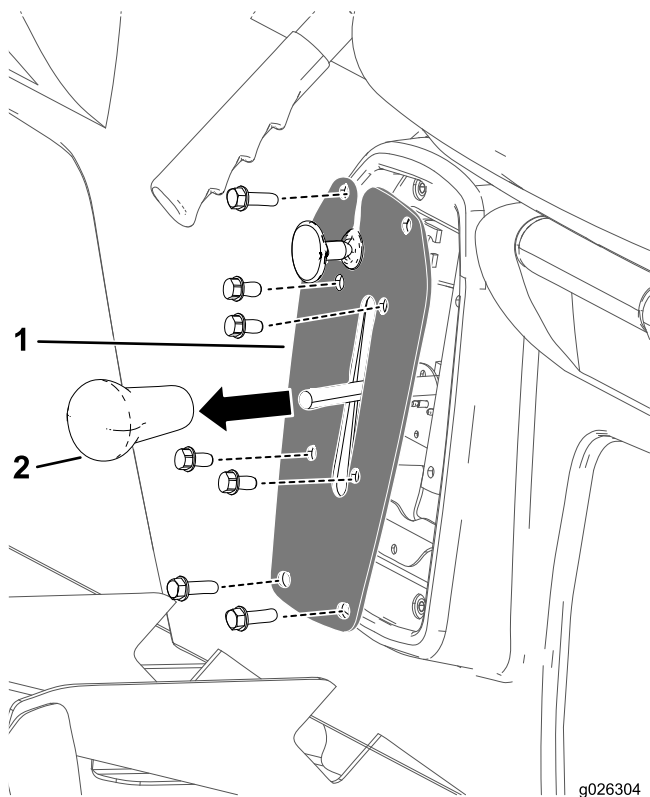

Figure 49
1. Retirez le pommeau du levier sélecteur (Figure 49).
- Retirez les 4 boulons qui fixent la plaque de sélection à son support (Figure 49).
- Retirez les 4 boulons qui fixent la plaque de sélection sur la base des sièges et déposez la plaque de sélection (Figure 49).
4. Revissez le pommeau sur le levier sélecteur et serrez-le à la main (Figure 49).